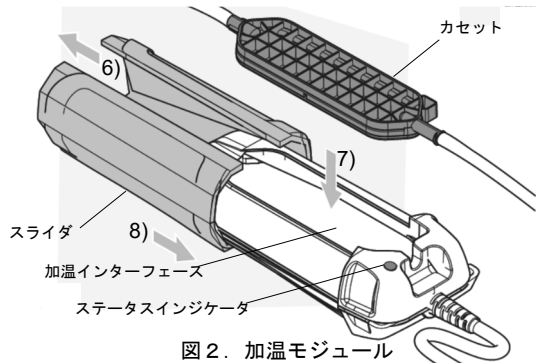

図2. 加温モジュール
- 加温モジュールのスライダを開ける(図2)。
- 加温モジュールの中に加温セットのカセットを挿入する(図2)。
- 8) 加温モジュールのスライダを開める(図2)。
- ① 加温セットを取り外す(17)以降を参照。)
- ② 加熱面に損傷又は汚染がないか確認する。
- ③ 加温セットのカセットに損傷又は汚染がないか確認する。
- ④ 加温セットをブライミングする(12)を参照)。
- ⑤ 加温セットを再度取り付ける。